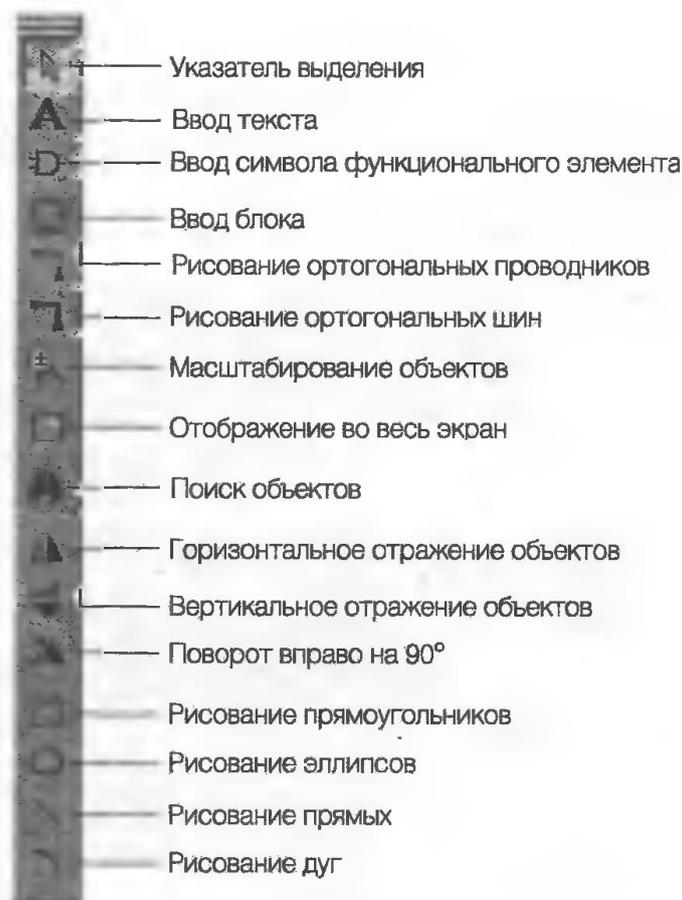

Рис. 3.9
1. На панели инструментов редактора блок-схем (**Block Editor**) нажмите клавишу **Block Tool** (рисование блока). Кнопки панели инструментов показаны на рис. 3.9.